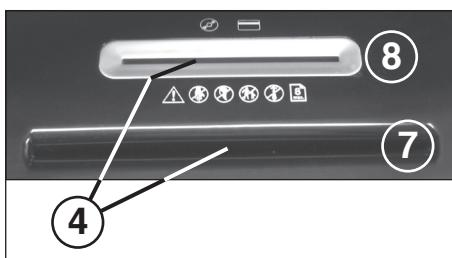

Fig. 2
4 = Barrera fotoeléctrica (avance) (Fig. 2)
7 = Ranura de alimentación de papel (Fig. 2)
8 = Ranura de alimentación de seguridad (Fig. 2)
Introduzca **papel** por la ranura de alimentación de papel (7) (Fig. 2) al mecanismo de corte. Introduzca los **soportes de datos** (CD, DVD o tarjeta de crédito), uno a uno, por la ranura de alimentación de seguridad, dispuesta separadamente, (8) (Fig. 2) al mecanismo de corte.